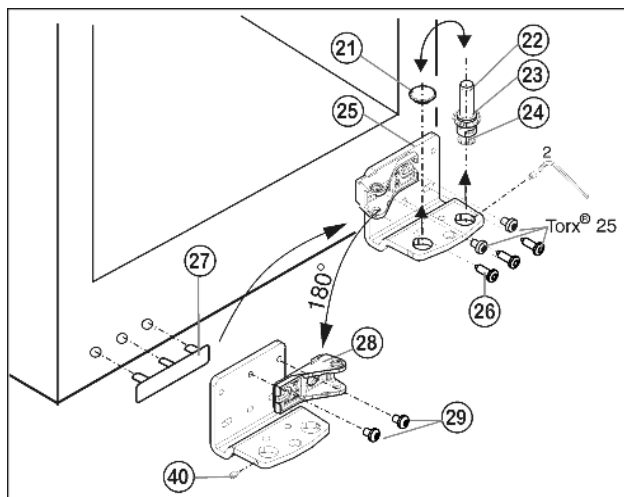

Fig. 7
- ▶ Отвинтите установочный винт Fig. 7 (40) приблизительно на один оборот прилагаемым торцевым ключом.
- ▶ Извлеките опорный винт Fig. 7 (22) в комплекте с шайбой Fig. 7 (23) и регулируемой опорой Fig. 7 (24), вывинчивая его вверх.
- ▶ Снимите пробку Fig. 7 (21).
- ▶ Открутите Fig. 7 (26) опорный кронштейн Fig. 7 (25).
- ▶ Полностью выкрутите установочный винт Fig. 7 (40) и вкрутите на противоположной стороне на нижнем опорном кронштейне, чтобы он был заподлицо с этим кронштейном.
- ▶ Открутите опорную деталь Fig. 7 (28) и снова прикрутите Fig. 7 (29) внутри с поворотом на 180°.
- ▶ Переставьте пробку Fig. 7 (21) в свободное отверстие.
- ▶ Осторожно снимите и переставьте на противоположную сторону крышку со стороны ручки Fig. 7 (27).
- ▶ Снова прикрутите опорный кронштейн Fig. 7 (25) на новой стороне шарнира (с моментом 4 Нм). При необходимости используйте аккумуляторный шурупверт.
- ▶ Вновь установите опорный винт Fig. 7 (22) в комплекте с шайбой и регулируемой опорой.
- ▶ Затяните установочный винт Fig. 7 (40).
- ▶ Установите дверцу сверху на нижний опорный винт Fig. 7 (22).
- ▶ При необходимости выровняйте дверцы через два продольных паза в нижнем опорном кронштейне Fig. 7 (25) параллельно корпусу устройства. Для этого выкрутите средний винт.